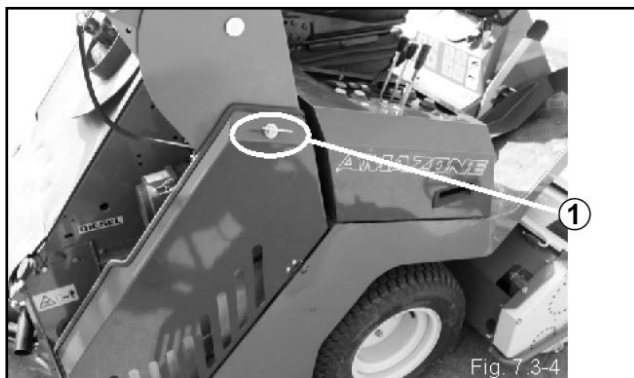

Fig. 7.3-4
Развинтите резьбовое соединение (1) и откиньте вниз защитную решетку (рис. 7.3-4).